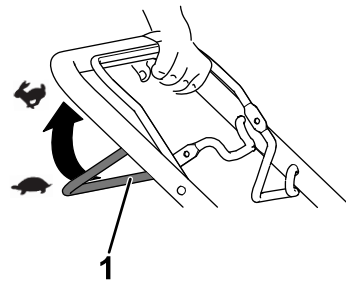

図 14
- 自走を開始するには自走バーをハンドルに押し付けるように引き込む 図 14。